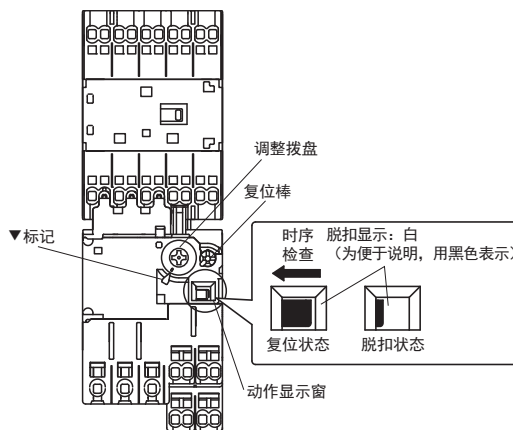

图1
(1) 电流整定方法【图1】
(2) 动作显示【图1】
(3) 时序检查【图1】
(4) 复位方法【图1】